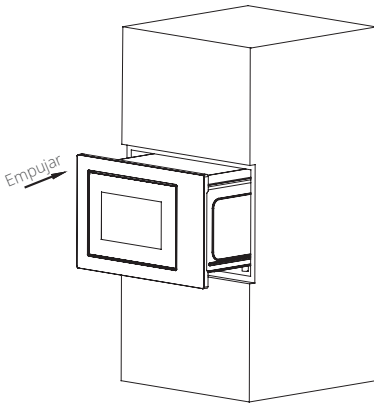

Fig.1
- a) Coloque el horno microondas en el armario empotrado y empújelo hasta el final. (Fig. 1)